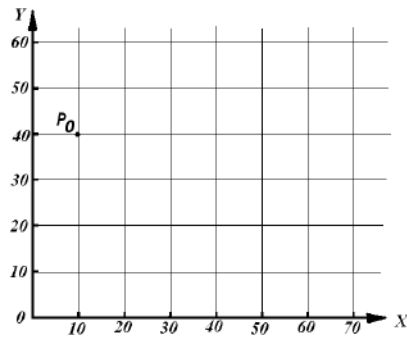

Рис. 2. Координатная сетка.
2. Изобразите траекторию инструмента на координатной сетке, закодированную ниже (рис.2).